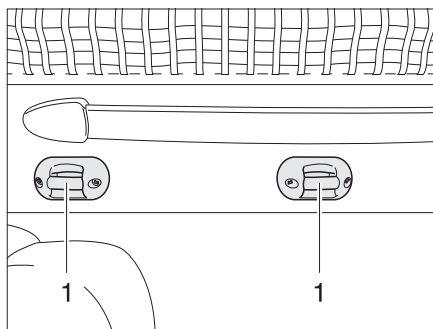

Bild 166 Fästen till stegen
- Fäst stegen med båda byglarna på klämmorna (Bild 166,1) på den höjbara sängen.